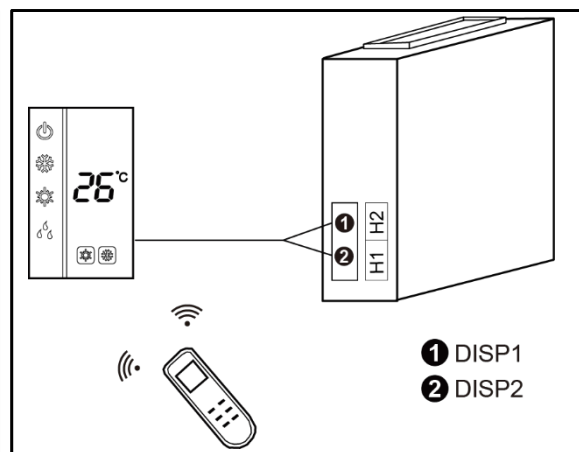

Abb. 5.4.2
- 2) Abb. 5.4.2 zeigt die Installation der Fernbedienung.